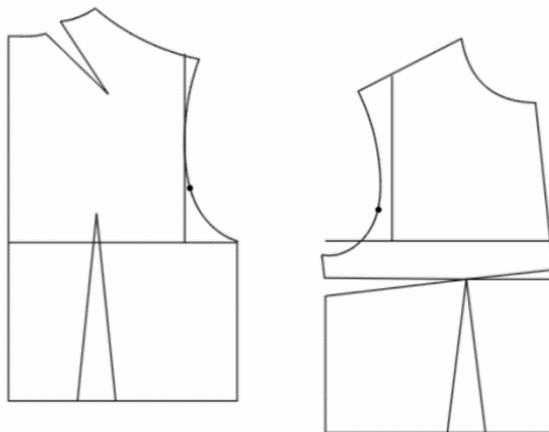

图 5-3-2 撇胸处理
(1) 用“ (转省)”工具将后片肩胛省转移至后领口, 修顺后肩线。
(2) 根据款式特征, 做“1.5cm”撇胸处理: 用“ (旋转)”工具将前片侧省转移一部分到前中, 如图 5-3-2 所示。
(3) 用“ (剪断线)”和“ (橡皮擦)”工具删除不必要线条。